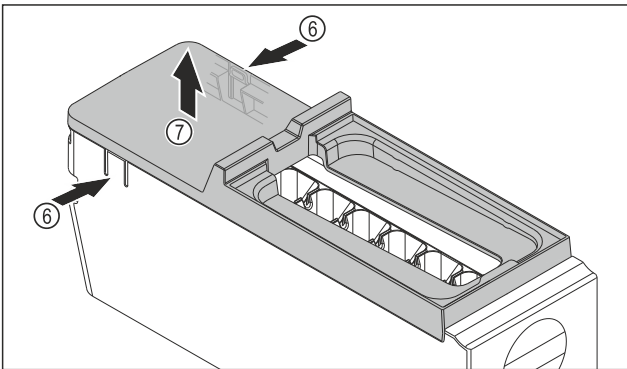

Fig. 132
- ▶ Fjern dekselet til hoveddelen til EasyTwist-Ice: Trykk på tappene Fig. 132 (6) på begge sider av hovedenheten til EasyTwist-Ice- med én hånd.
- ▶ Fjern dekselet Fig. 132 (7) ved å trekke det oppover med den andre hånden.